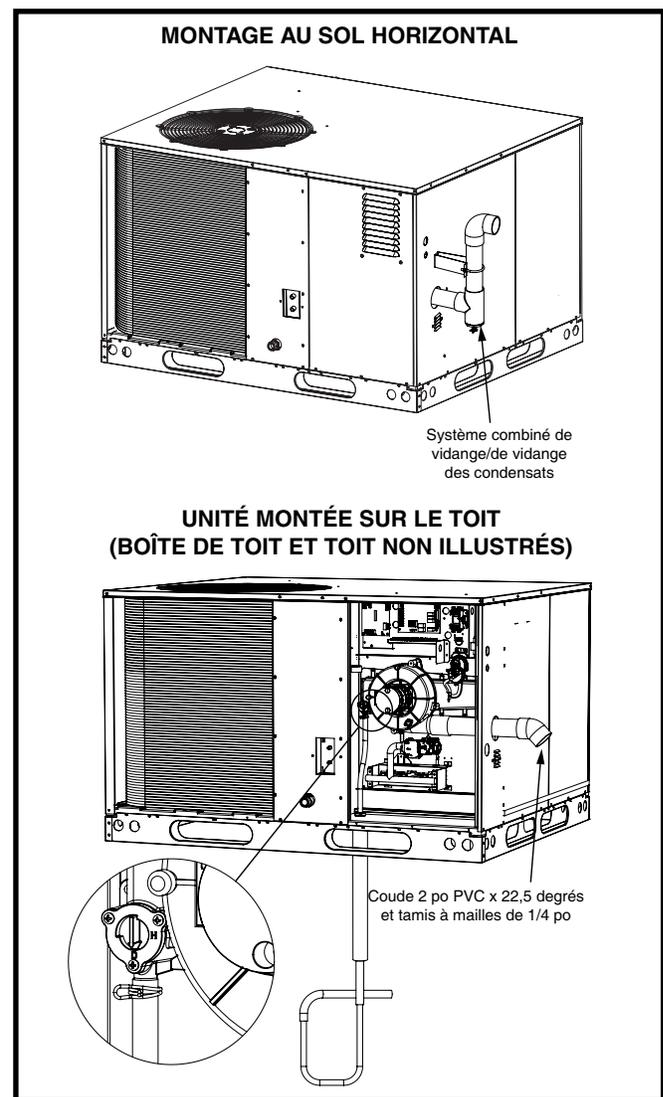

Figure 2. Ensemble d'évent et d'évacuation des condensats de l'échangeur thermique
L'ensemble d'évent et de vidange doit être installé pour assurer le fonctionnement correct de l'appareil. La Figure 2 montre l'installation correcte de l'ensemble événement et drain pour les applications horizontales et descendantes. Les attaches utilisées pour fixer l'ensemble de ventilation et d'évacuation sont incluses dans la trousse. La liste qui suit résume les exigences de positionnement de la terminaison d'évent :
- Une boîte de toit accessoire appropriée doit être installée avant l'installation de l'appareil. La boîte de toit doit être à l'équerre et de niveau pour assurer un drainage approprié de la condensation. Voyez la Figure 2 \(page 7\). **Veillez suivre les directives fournies avec la trousse.**